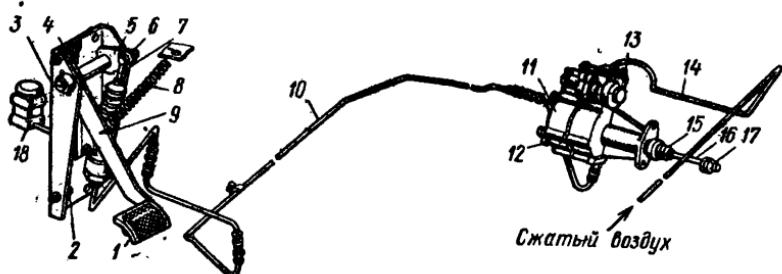
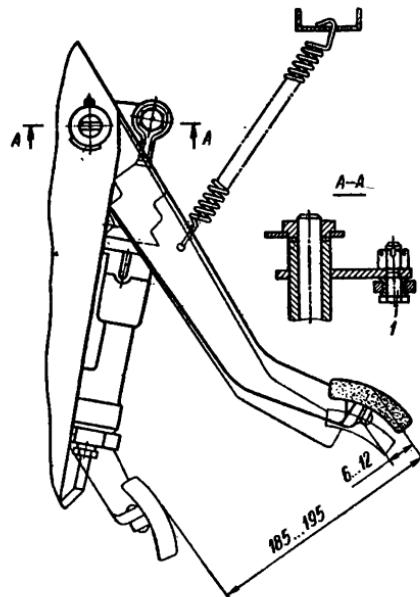

Рис. 61. Привод сцепления:
Рис. 62. Данные для регулировки и контроля свободного и полного хода педали сцепления:
Привод сцепления (рис. 61) состоит из подвесной педали 1 с оттяжной пружиной 8, пневмогидравлического усилителя, трубопроводов и шлангов для подачи рабочей жидкости от главного цилиндра 9 и трубо-
Свободный ход педали, соответствующий началу работы главного цилиндра, должен составлять 6...12 мм. Замеряйте его в средней части площадки педали сцепления. Если величина свободного хода превышает пределы, указанные выше, отрегулируйте зазор между поршнем и толкателем поршня главного цилиндра эксцентриковым пальцем 6 (см. рис. 61), который соединяет верхнюю проушину толкателя 7 с рычагом 5 педали. Регулирование выполняйте, когда педаль сцепления прижата к верхнему упору 4 оттяжкой пружиной 8. Поверните эксцентриковый палец так, чтобы перемещение педали от верхнего упора до касания толкателем поршня составило 6...12 мм, затем затяните и зашплинтуйте корончатую гайку. Полный ход педали сцепления должен составлять 185...195 мм (рис. 62).
2. Снимите с клапана 13 выпуск воздуха (см. рис. 61) и на пневмогидравлическом усилителе колпачок и наденьте на головку клапана шланг для прокачивания гидропривода.